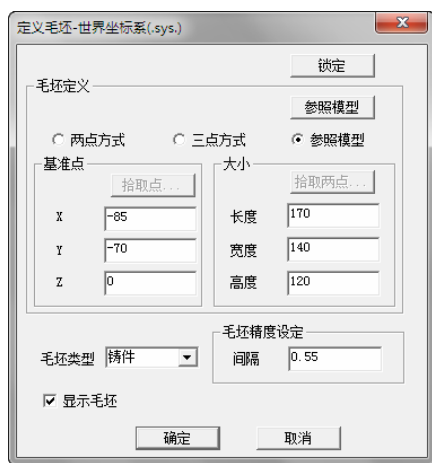

图 8-257 “定义毛坯”对话框
1) 双击“加工管理”中的“毛坯”标识，系统弹出“定义毛坯”对话框，如图 8-257 所示。